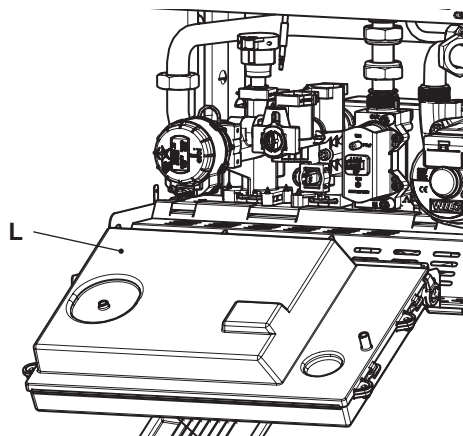

Figura 5.20
- Individuare il coperchio copri morsetteria L (Figura 5.20) rimuovere le viti di tenuta ed aprirlo.